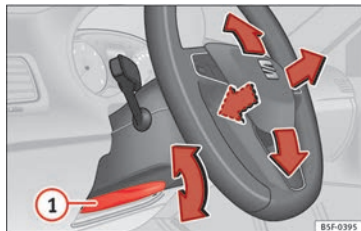

Abb. 18 Hebel auf der linken unteren Seite der Lenksäule.
• Lenkradposition einstellen: Ziehen Sie den Hebel » » **Abb. 18** ① nach unten, bringen Sie das Lenkrad in die gewünschte Position und schieben Sie den Hebel wieder nach oben, bis er seine Verriegelungsposition erreicht.